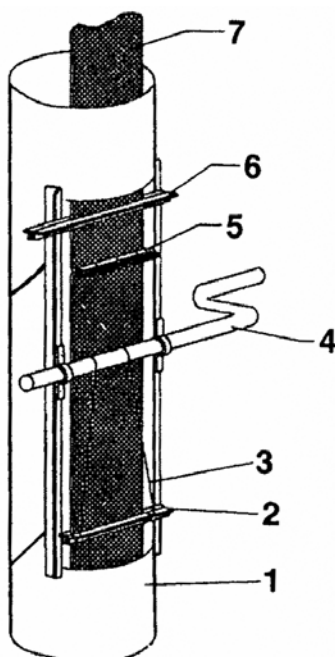

Рисунок 7. Приспособление натяжное.
18. Установить на уголках секции обслуживания приспособление натяжное (поставляется в комплекте), зафиксировать один конец ленты норийной уголками приспособления, а второй натянуть вращением рукоятки с тросом через другие уголки, стягивающие норийную ленту (рисунок 7).